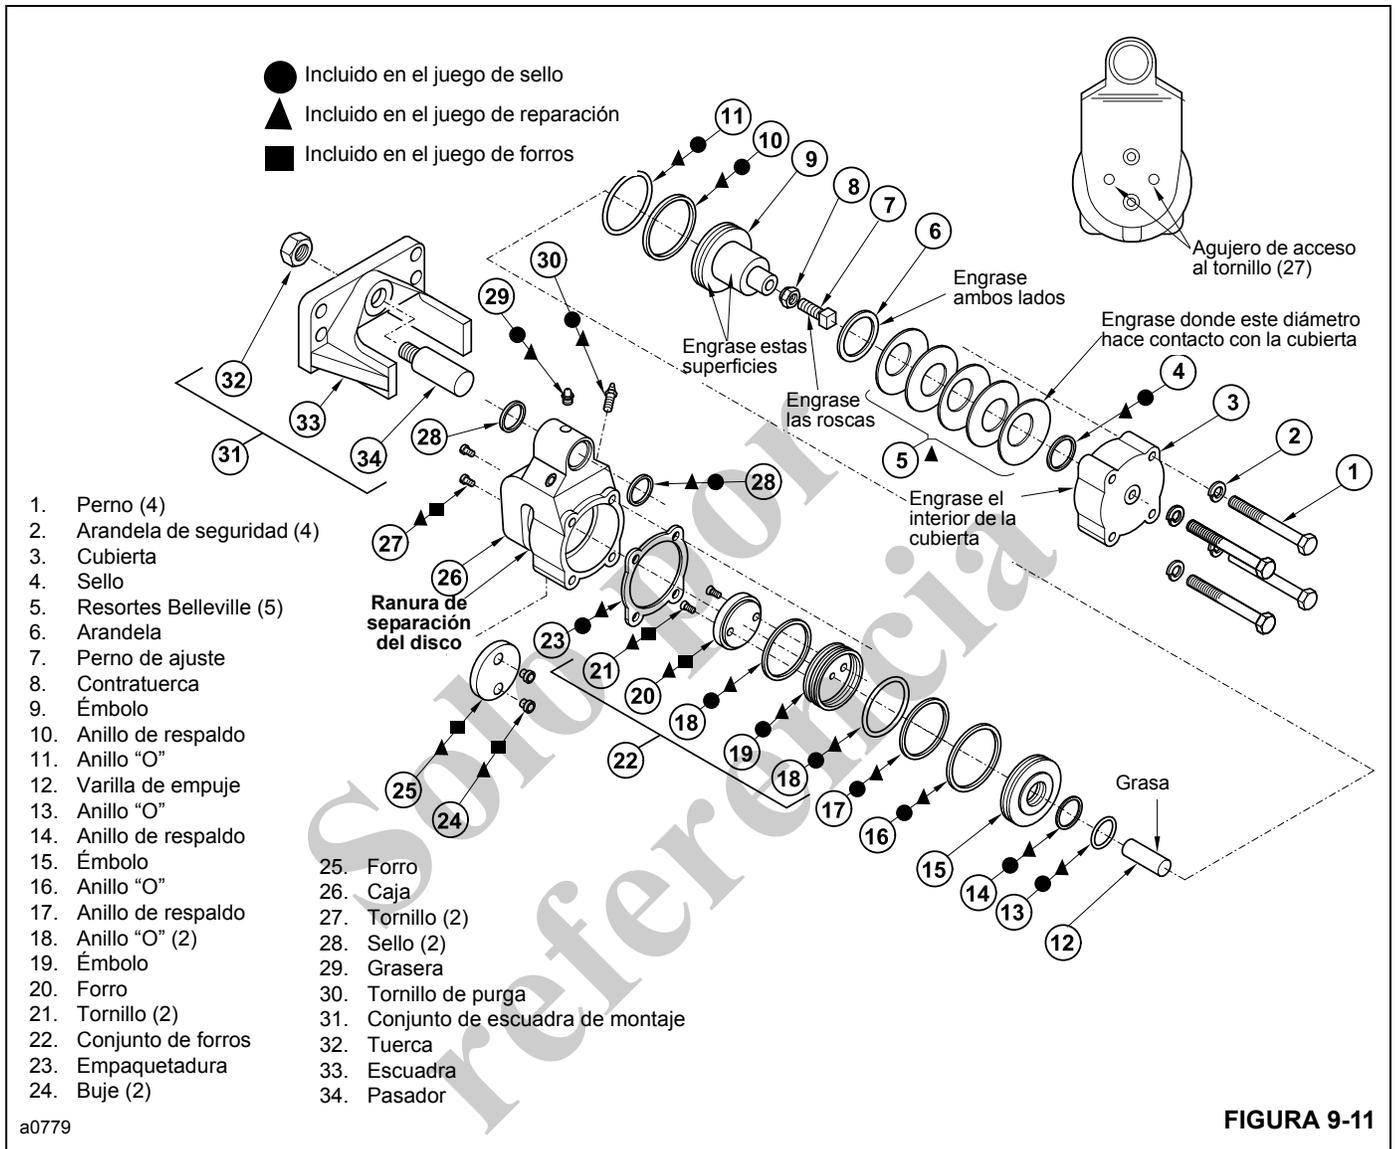

FIGURA 9-11
El juego de forros se indica en la Figura 9-11 con un símbolo ■.
4. Afloje la contratuerca **8** (Figura 9-11) y desenrosque el perno de ajuste **7**.
Hay un juego de reparación disponible para el freno de estacionamiento. Incluye todas las piezas necesarias para reconstruir el freno. Estas piezas se indican en la Figura 9-11 con un símbolo ▲.
11. Saque los pernos **1** (Figura 9-11), las arandelas de seguridad **2**, la cubierta **3** y la empaquetadura **23**. Con un destornillador de punta delgada, quite el sello **4** de la cubierta **3**.
NOTA: Cubra las superficies indicadas en la Figura 9-11 con grasa para cojinetes EP. Grasa para cojinetes N.º 2 o equivalente.
19. Instale un forro nuevo **25** (Figura 9-11) en la caja **26** utilizando bujes **24** y tornillos de cabeza troncocónica **27** nuevos. Apriete los tornillos a un par de 2.5 a 3.3 Nm (22 a 28 lb-pulg).
Hay un juego de sellos disponible para el freno de estacionamiento. Incluye todas las piezas necesarias para sustituir todos los sellos del freno. Estas piezas se indican en la Figura 9-11 con un símbolo ●.
- 4. Afloje la contratuerca 8 (Figura 9-11) y desenrosque el perno de ajuste 7.
10. Saque los pernos **1** (Figura 9-11), las arandelas de seguridad **2**, la cubierta **3** y la empaquetadura **23**. Con una hoja delgada, retire el sello **4** de la cubierta **3**.
- NOTA:** Cubra las superficies (Figura 9-11) con grasa para cojinetes EP a base de litio. Grasa para cojinetes N.º 2 o equivalente.